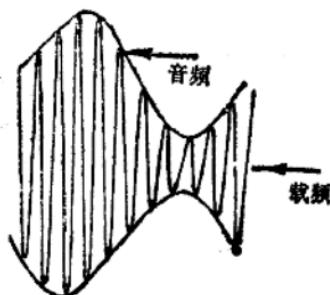

图1—4 高频调幅波
①广播电台发出的信号是一个高频调幅波，也就是一个频率很高而且幅度随着音频信号变化的振荡信号，如图1—4所示。在这里，高频信号只是起“运载”音频信号的作用，所以称为载波信号，其频率称为载频。通常我们说中央人民广